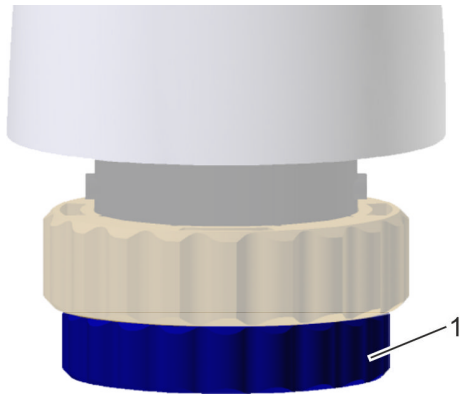

Abb. 69: Arretierung entfernen
- 2.** Arretierung (Abb. 69) aufdrehen und von Stellantrieb entfernen.